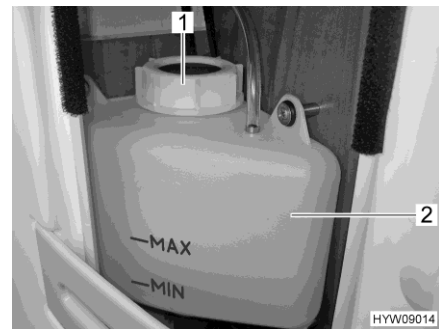

Bild 173 Markering "MIN/MAX"
- Kontroll av vätskenivå utförs på expansionsbehållaren (Bild 173,2), nivån skall ligga mellan markeringarna "MIN" och "MAX".
- Vredet (Bild 173,1) på expansionsbehållaren öppnas.